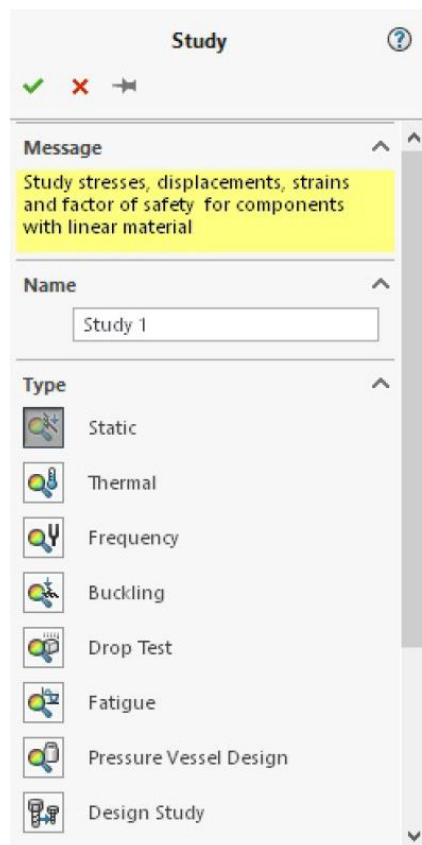

Рисунок 9.6 – Study PropertyManager
2. Виберіть інструмент **New Study** (Нове дослідження) із розділу **Study Advisor** (Порадник досліджень) у **Simulation CommandManager**, як показано на рисунку 9.5; відкриється вікно **Study PropertyManager** (див. рис. 9.6).